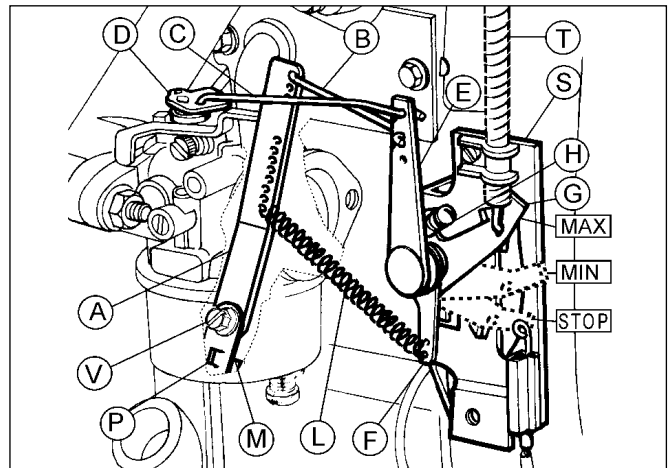

Abb. 10
a) BESCHREIBUNG UND EINSTELLUNG (Abb. 10)
c) DREHZAHLEINSTELLUNG (Abb. 10 und 11)
Es sind zwei Arten unterschiedlicher Stellorgane: für die Fern- sowie manuelle Betätigung anzutreffen. Fernbetätigte Fliehkraftregler besitzen eine Fliehkraftreglerplatte (S) und einen mittels eines Spannstücks befestigten Bowdenzug (Abb. 10).
e) EINSTELLEN DES FLIEHKRAFTREGLERS (Abb. 10)